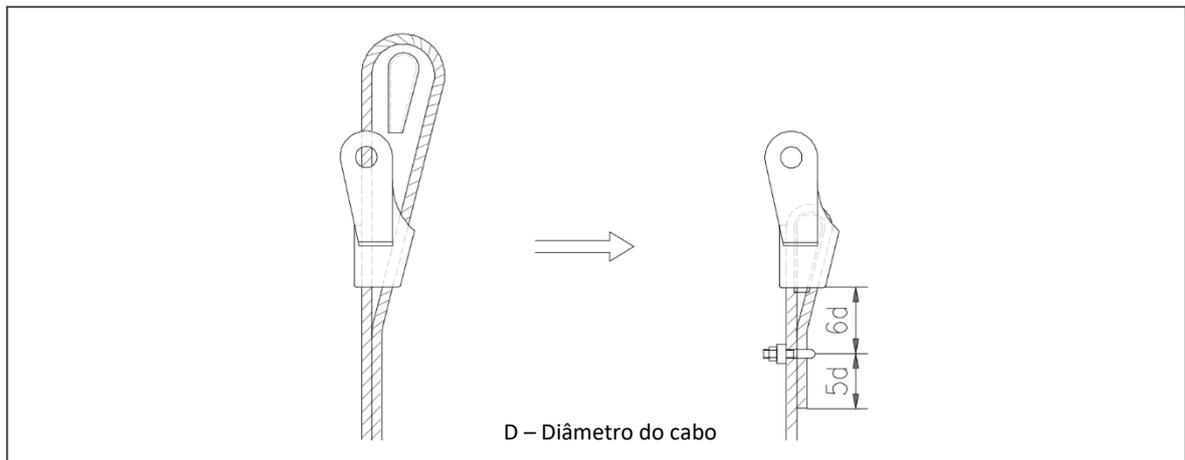

Figura 4-44 Instalação de fixação de cabo
- (3) **Coloque o cabo de arame na bobina do guincho suavemente e em sequência.**
(4) **Para métodos de instalação de soquete e fixação de cabo, consulte a figura 4-44.**